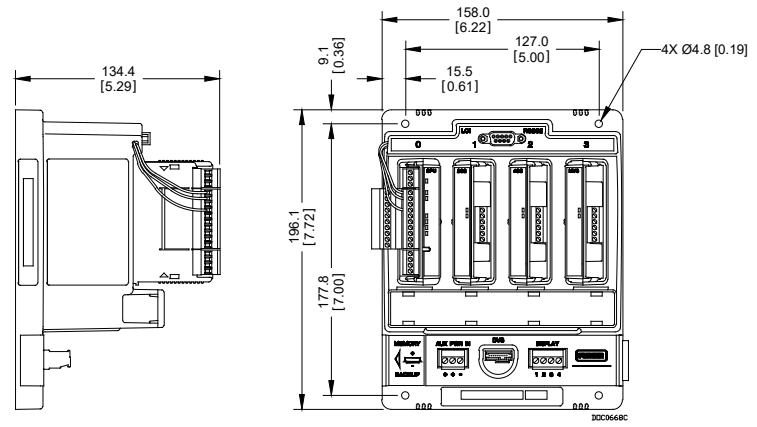

图2. FB107 尺寸
- **主机组。**将其放置在机柜装配板上的合适位置，使用 FB107 作为模板定位板上的安装孔。FB107 尺寸信息请参见图2。使用 8-32 UNC 螺丝锥在板上安装孔的位置进行钻孔攻丝。将 FB107 放置在钻攻好的位置上，然后使用随附的四个 8-32 UNC x 1.00 英寸长螺丝将其固定到装配板上。以大约 1.1 至 1.4 牛米的转矩拧紧螺丝。